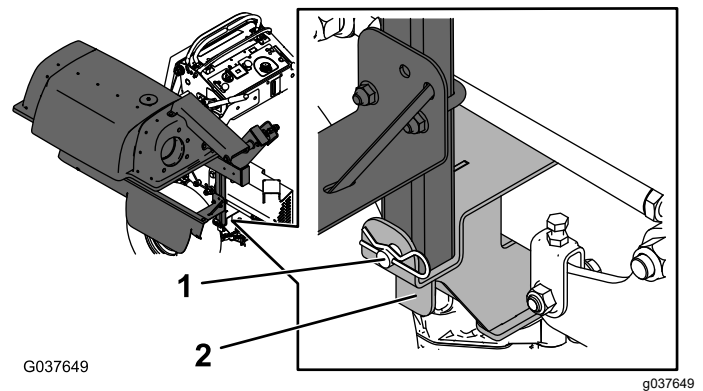

Figura 15
3. Sujete el lado inferior delantero del bastidor del ensacador al soporte de montaje de la transmisión usando un pasador y una chaveta (Figura 15).